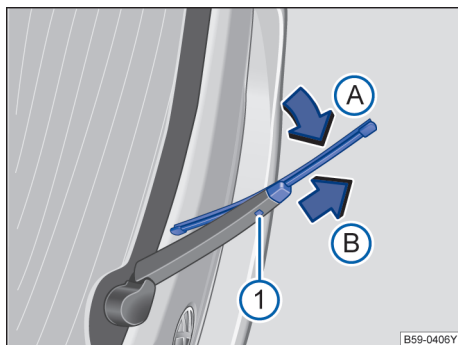

图 198 更换后风窗刮水器刮水片
- 按住解锁按钮 →图 198①。
- 将后风窗刮水器刮水片朝刮水器摆臂→图 198（箭头A）方向翻转，同时沿箭头方向（B）拔下。会因此需要用较大的力量。